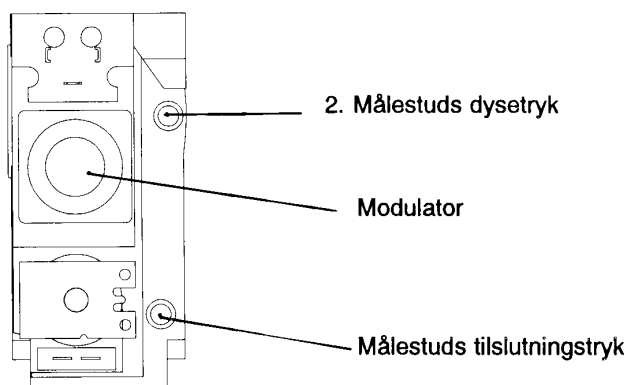

Fig. 1.
- Fjern skruen på målestuds. Se side 26. Fig. 1 pos. 1.
- Fjern skruen på målestuds til dysetryk. Fig. 1 pos 2. Side 26.